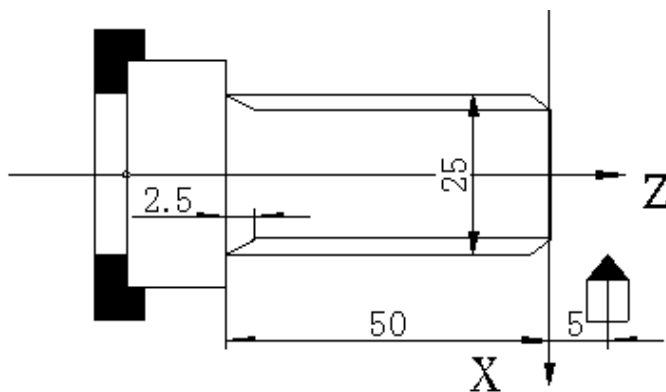

图 4-5-7 螺纹切削
5) 综合示例：如下图 4-5-7。
例：螺纹导程 2mm 切深 2.5mm（直径值，分两次切入）。如图 4-5-7：